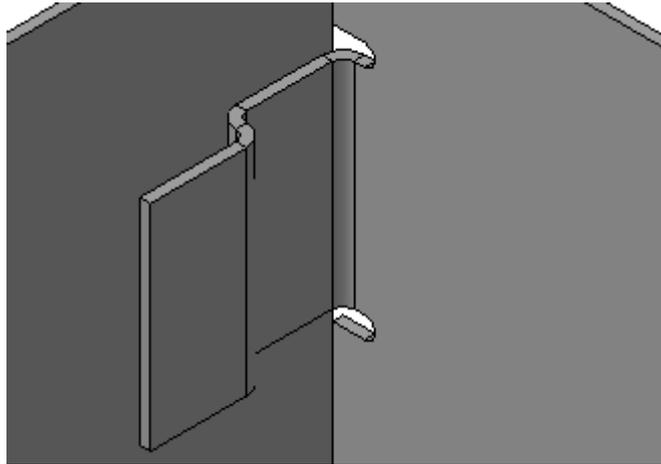

Рисунок 30.
- Нажмите кнопку Создать объект  (рис. 30)